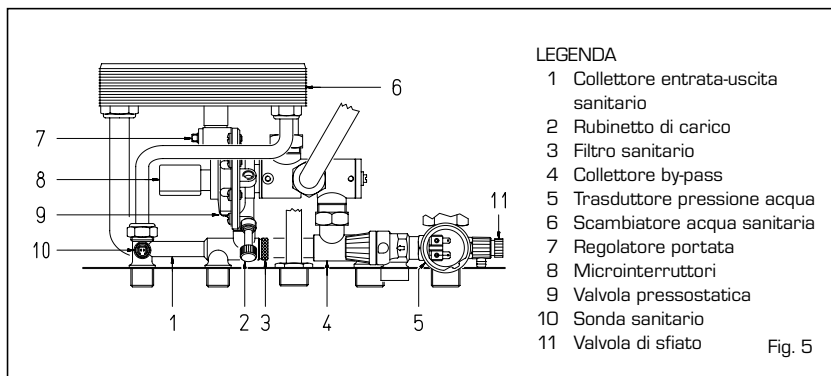

Fig. 5
- nelle versioni "25 OF - 30 OF - 25 BFR - 25 BF - 30 BF" agendo sul rubinetto di carico della valvola pressostatica (2 fig. 5).